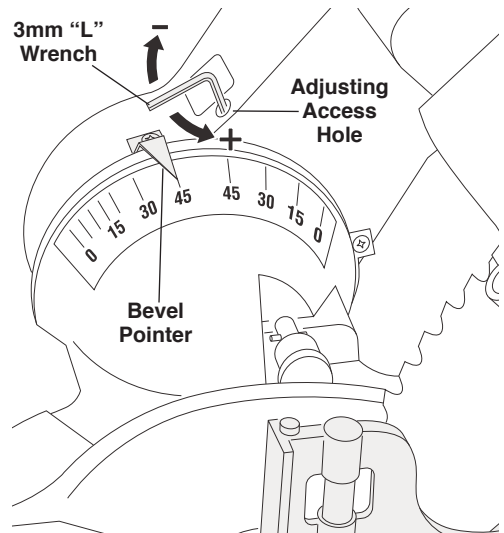

Figure 8. Réglage de la butée d'inclinaison à 45° à droite
4. Enfoncez la clé en L de 3 mm dans le trou situé sur le bâti de support vertical. (Figure 8)